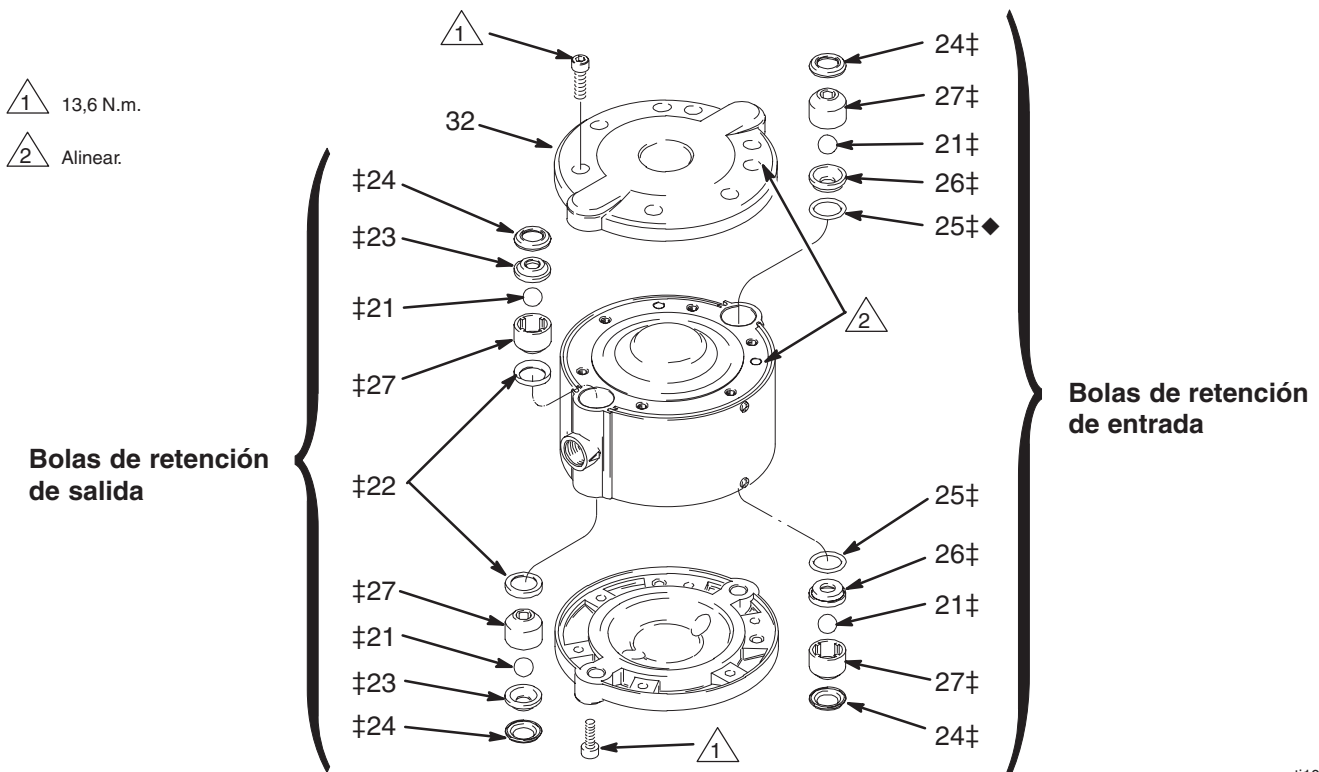

Fig. 4
2. Retire las bolas de retención de entrada y salida. Observe que la orientación de las bolas de retención de la entrada es diferente a la de las de salida. Vea la Fig. 4.
- NOTA:** Si los asientos de entrada (26) son difíciles de desmontar, sáquelos por el lado opuesto empujándolos con una barra de latón y un tornillo.
1. Vuelva a instalar las bolas de retención de entrada y salida en uno de los lados de la bomba. Las bolas de retención están montadas de forma diferente, según sean de entrada o de salida. Instale las piezas exactamente tal como se muestra en la Fig. 4.
2. Instale una tapa (32) sin apretarla, para evitar que las bolas de retención se caigan. Vea la página 14.